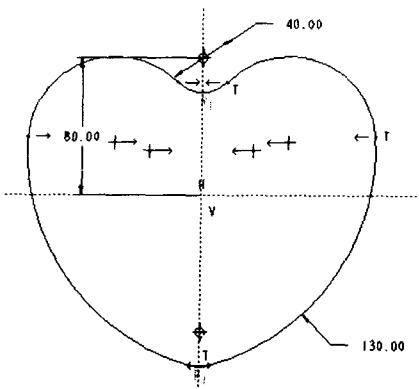

图1-10 镜像后的图形
- (1) 在设计工作区使用框选方式选取前面创建的所有图元作为复制对象。
- (2) 在【编辑】主菜单中选取【镜像】选项。
(3) 选取竖直中心线作为镜像参照，镜像后的设计结果如图 1-10 所示。